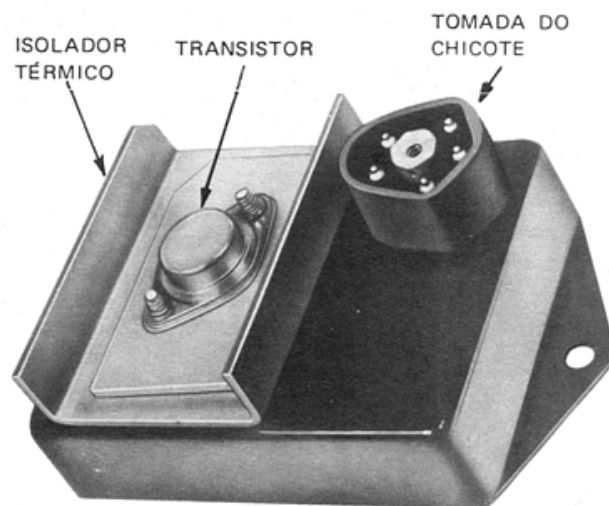

Fig. 3 Unidade de Controle
Verificar se a leitura do voltímetro tem o mesmo valor da voltagem feita diretamente à bateria com todos os acessórios desligados. A tensão obtida não deverá ser menor de 1 volt (relativo a voltagem da bateria) e se caso acontecer verificar o circuito da Fig.3.(Linha grossa).
- Dois circuitos são utilizados para operar a Unidade de Controle (Fig.3). Eles são o circuito do Ballast auxiliar, o qual usa a secção de 5 - ohms da resistência Ballast dupla e o circuito de entrada da Unidade de Controle.